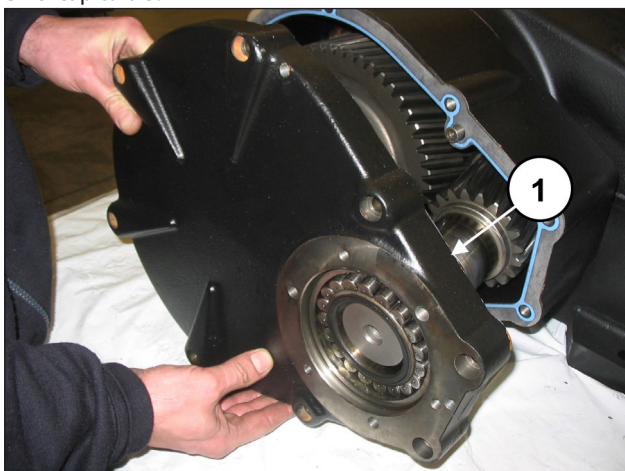

Fig. 67
Montar la tapa del reductor (pos. ①, Fig. 67) y fijarla con los 8 tornillos M10x50 (pos. ①, Fig. 68). Utilizar un tampón para evitar que el cojinete se salga de su alojamiento (pos. ①, Fig. 69).